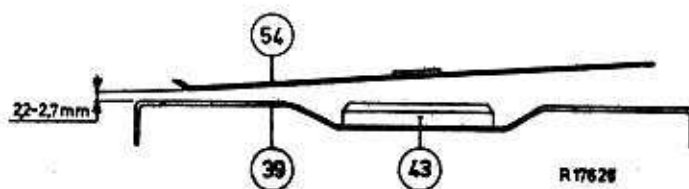

Fig.21
J. EQUERRE DE GUIDAGE POUR LE DISQUE (voir fig.21)